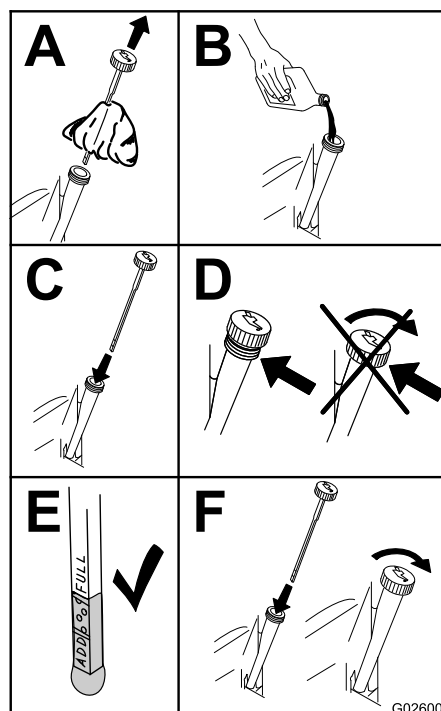

Figure 32
4. Versez lentement environ 80 % de l'huile spécifiée dans le tube de remplissage, puis faites l'appoint lentement pour faire monter le niveau jusqu'au repère maximum (**Full**) (Figure 32).